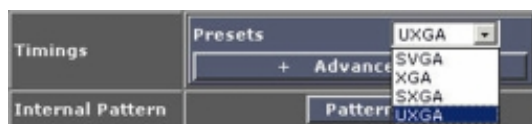

Imagen 9-8
1. Haga clic en el cuadro de lista desplegable. (imagen 9-8)